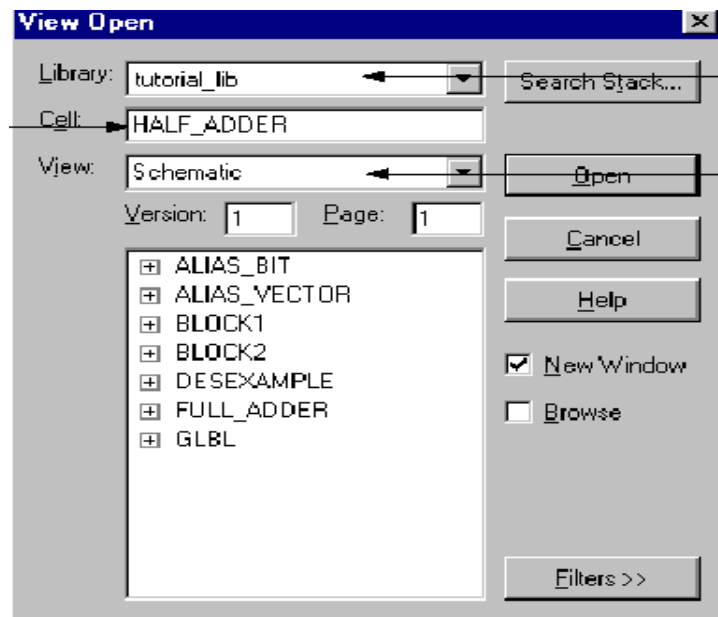

图 3.28
1. 选择 File->Open，出现如图 3.28 的对话框。